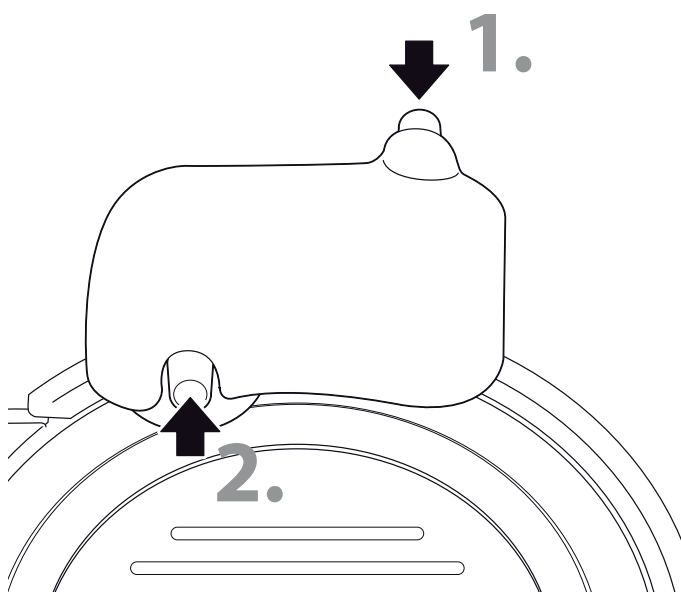

Рис. 14
4. Вытащите шлифовальное устройство и, развернув его на 180°, снова установите на место, см. рис. 14.